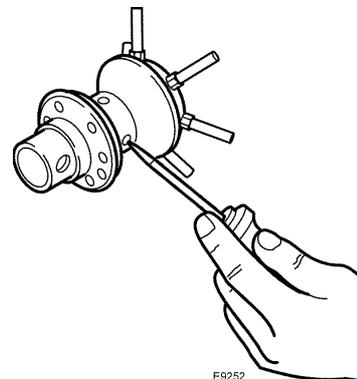

Рис. 19
- Проверьте, не засорились ли отверстия в распределителе газа, при необходимости прочищайте их острым предметом, как показано на рис. 19.